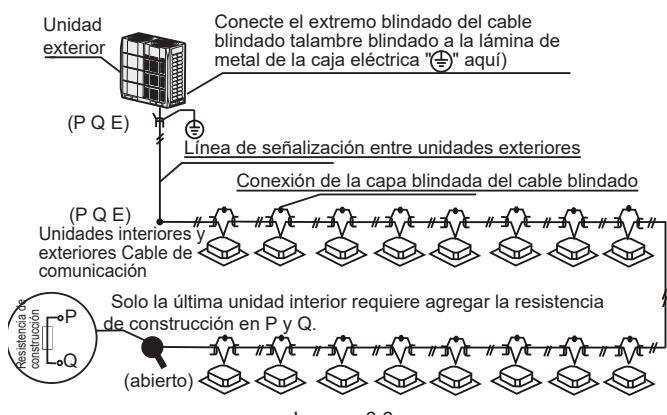

Imagen 6.6
- El cableado de comunicación entre las unidades interiores y exteriores debe conectar una unidad tras otra en una conexión en cadena desde exterior a la unidad interior final, la capa blindada debe estar correctamente conectada a tierra, y se debe añadir una resistencia incorporada a la última unidad interior para mejorar la estabilidad del sistema de comunicación (consulte la Imagen 6.6).